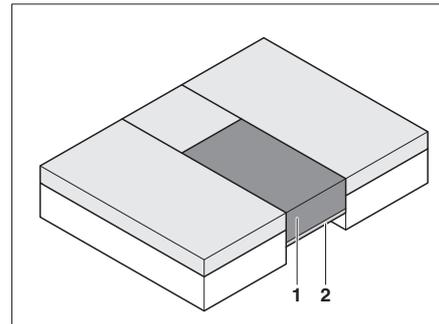

Fig. 79 Después de la transformación
- Poner el cojín adicional (Fig. 79,1) sobre el somier extraído (Fig. 79,2).
Para colocar el cojín adicional (Fig. 79,1) a la misma altura que los otros cojines, se debe presionar hacia dentro firmemente.
- ▷ Colocar el cojín adicional (Fig. 79,1) y sentarse en él.